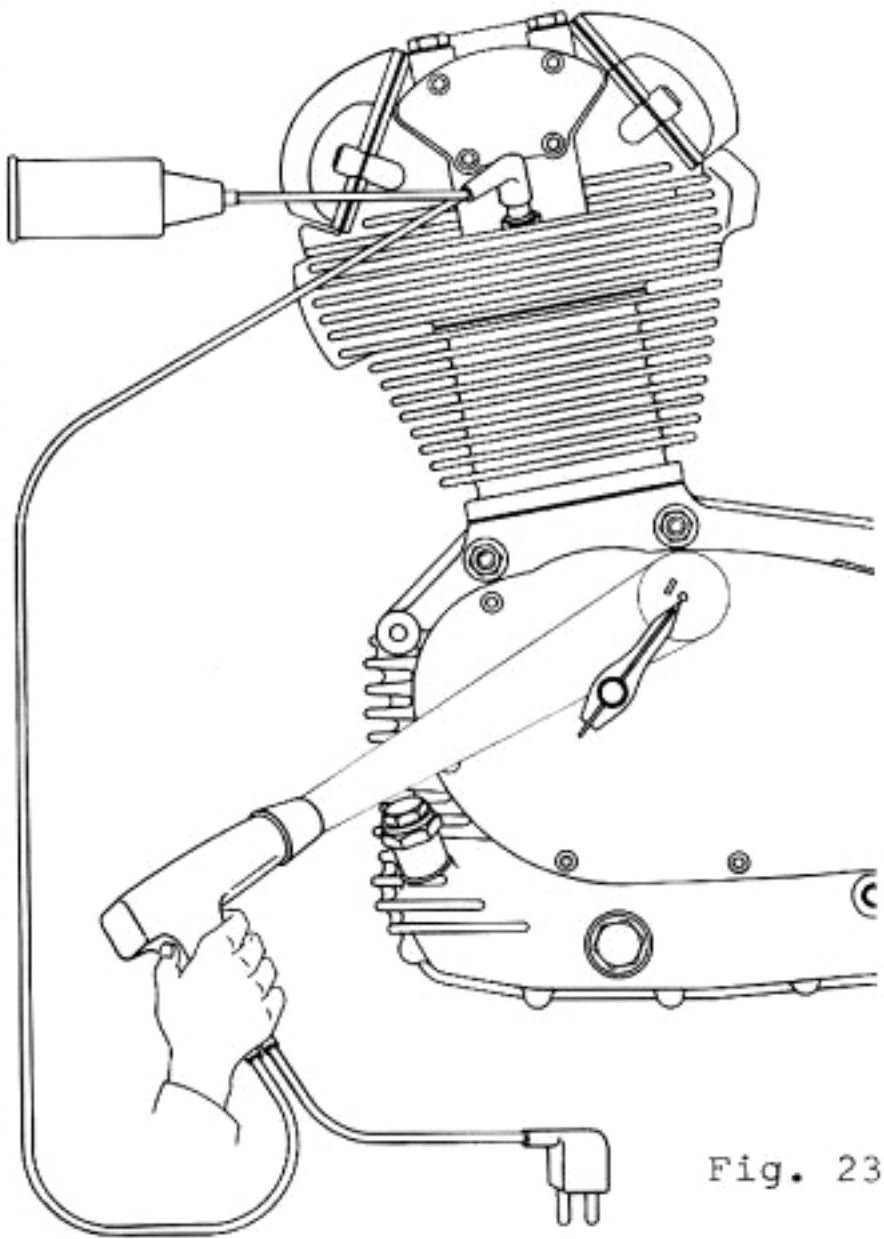

Fig. 23
- Die Spitze der Kontrollvorrichtung muss mit einer von Hand angebrachten Markierung laut Fig. 23 übereinstimmen.
- La pointe du dispositif doit coïncider avec un repère tracé au crayon (selon fig. 23).